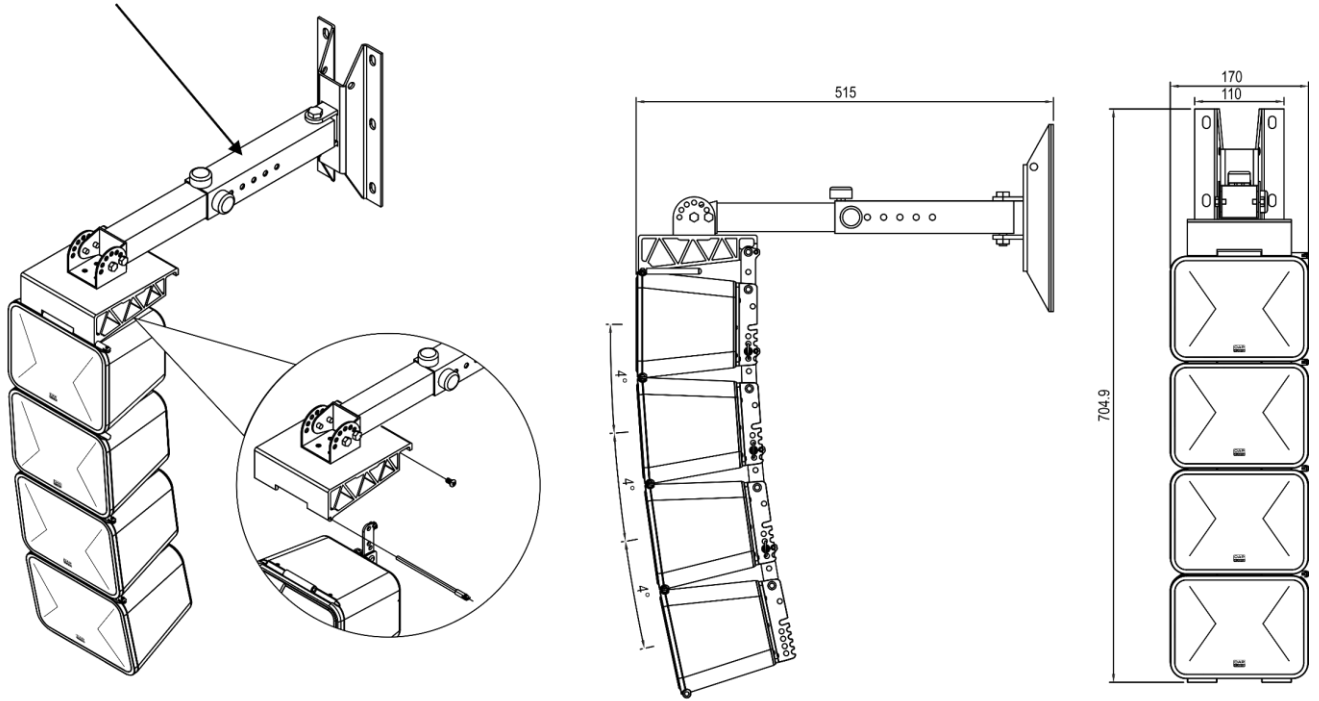

Fig. 03
- 01) Mount the Wall Bracket (**D3434/D3435**) on a wall (fig. 03).